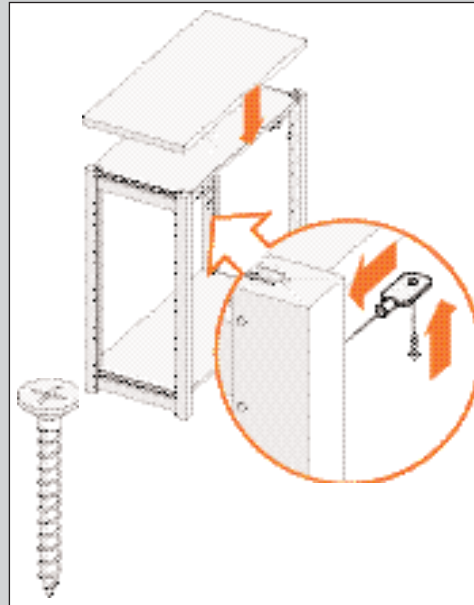

ABBILDUNG 89
5. Verschrauben Sie Auflagebeschlag, Fachboden und Abdeckplatte, indem Sie die Schrauben durch den Auflagebeschlag festschrauben (siehe Abb. 89).